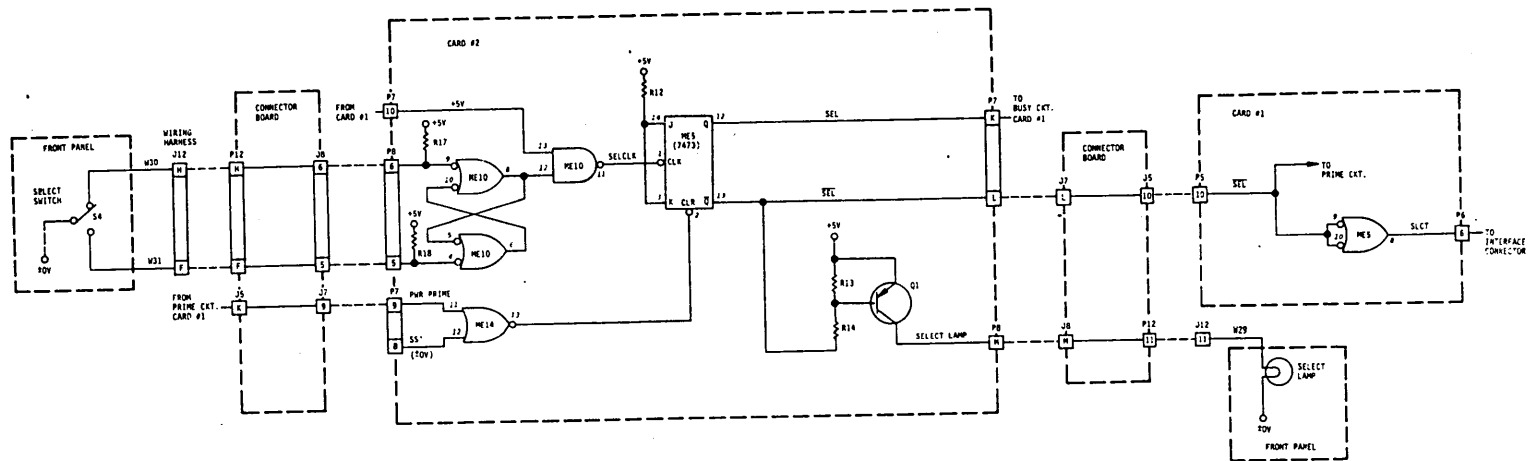

Figure 4-6. SELECT CIRCUIT
4.3.2 SELECT CIRCUIT (FIGURE 4-6)